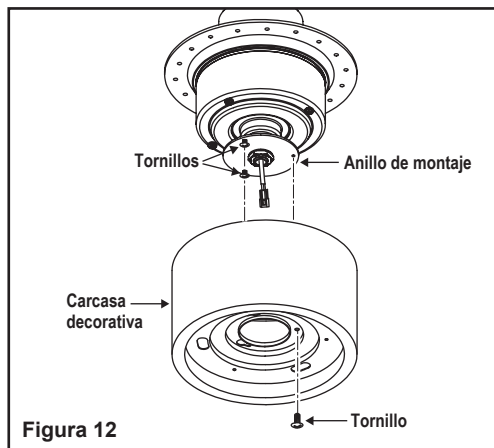

Figura 12
Paso 2. Coloque los orificios de la cerradura en la carcasa decorativa sobre los 2 tornillos previamente aflojados del anillo de montaje, gire la carcasa decorativa hasta que encaje en su lugar en la sección estrecha de los orificios de la cerradura. Asegúrelo apretando los 2 tornillos previamente aflojados y el que quitó anteriormente. (Figura 12)